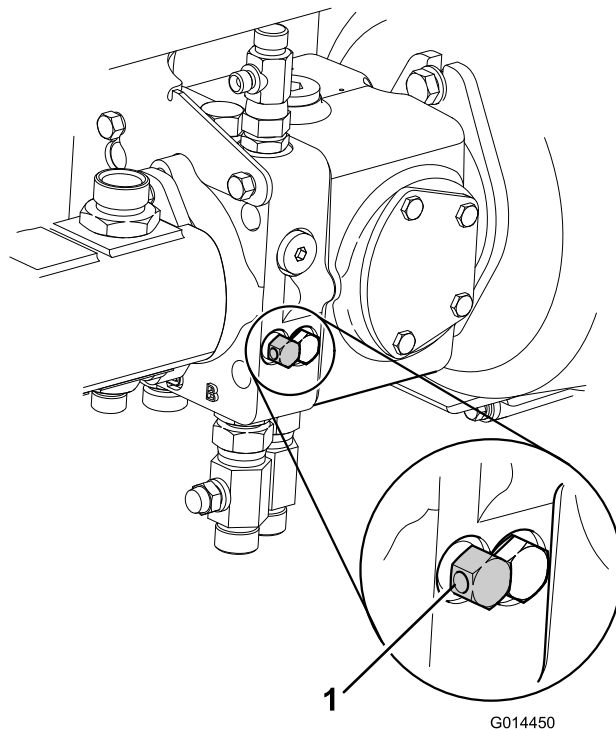

Figura 46
7. Libere el sistema de frenado hidráulico girando la válvula de desvío, situada debajo de la bomba de la transmisión, un máximo de tres giros en sentido antihorario (Figura 46).